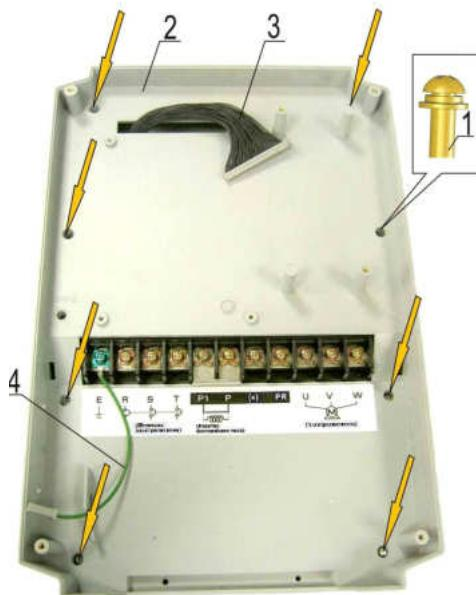

Рис.6.6
- 6.5.2. Выкрутить восемь винтов 1 в средней части корпуса 2 (рис. 6.6).